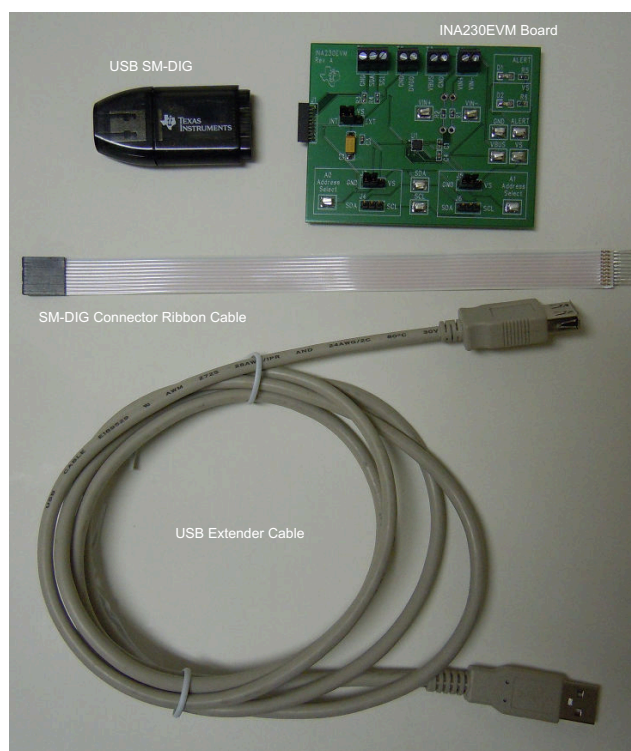

图 1-1. INA230EVM 套件附带的硬件
表 1-1 汇总了 INA230EVM 套件包含的物品。图 1-1 显示了所有包含的硬件。如果缺少任何元件，请与德州仪器 (TI) 客户支持中心联系。